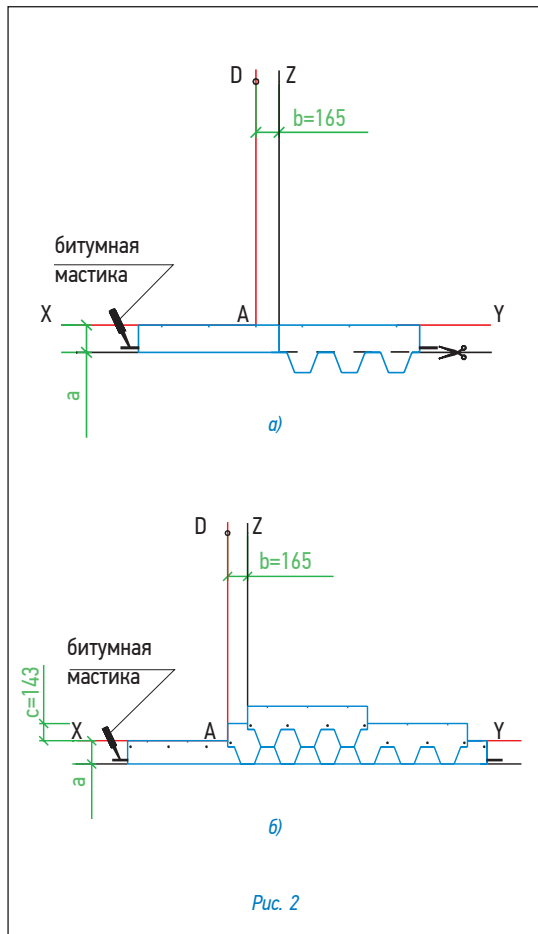

Рис. 2
Укладка материала (рис. 2)
- Начальный ряд формируется из специальной коньково-карнизной черепицы, либо из листов черепицы обрезанных по линии образованной конечными точками вырезов. Элементы начального ряда укладываются по линии карниза в обе стороны от линии Z (рис. 2а) и фиксируются по нижнему краю битумной мастикой, а по верхней кромке 4 гвоздями (ось гвоздей на 5 см ниже верхнего края полосы);
- далее первый ряд черепицы укладывается от линии AD (рис. 2б);
- второй ряд укладывается от линии Z (со смещением 16,5 см от AD) (рис. 2б);